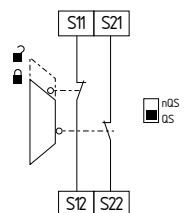

Fig. 12
**Circuit de surveillance d'un protecteur à deux canaux avec interverrouillages de sécurité selon EN ISO 14119 (Fig. 12)**